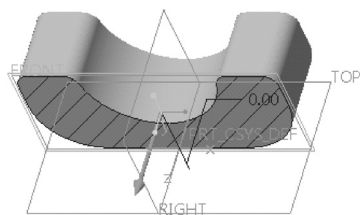

图 3-79 创建平面剖截面
5) 在图形窗口中选择 FRONT 基准平面, 并在“截面”选项卡中增加选中  (在横截面曲面上显示剖面线图案) 按钮, 创建的平面剖截面如图 3-79 所示。其实, 该截面平面也能通过选择“X 方向”来生成。